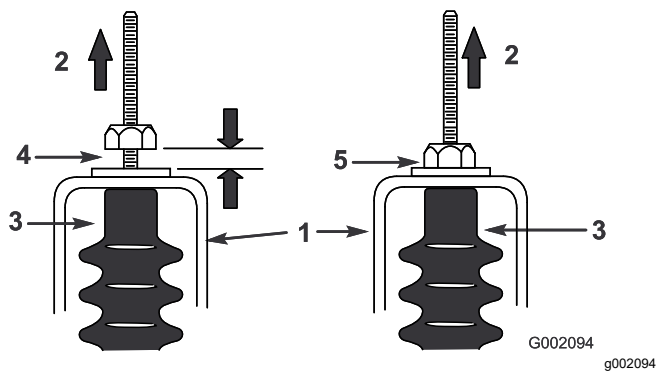

Figure 65
5. Tirez sur chaque câble de sélection et vérifiez qu'un espace de 0,76 à 1,52 mm existe entre l'écrou/la rondelle et la patte de réglage du point mort (Figure 65).